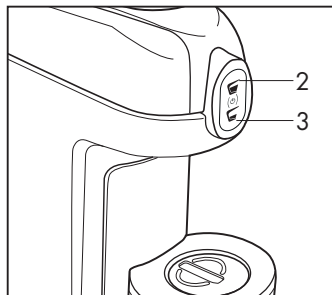

Fig. 4
- Encienda la máquina pulsando uno de los símbolos(2)o(3) o al mismo tiempo los 2 símbolos (2)y(3) **(Fig.4)**
Para utilizar nuevamente la máquina, pulse un símbolo de dispensación (2-3) y espere que se caliente: los símbolos de dispensación (2-3) parpadearán hasta alcanzar la temperatura; cuando los símbolos(2-3) se iluminan de modo fijo, la máquina está lista para el uso. **(Fig.4)**.
La máquina se puede apagar pulsando y manteniendo pulsado al mismo tiempo por 5 segundos los símbolos (2-3) **(Fig.4)**
- Controle que no haya cápsulas en el interior de la máquina y que haya agua en el depósito (8); encienda la máquina pulsando uno de los símbolos(2-3) o al mismo tiempo los 2 símbolos (2-3) para el Modelo 2 Dosis. Para el Modelo 1 Dosis pulse el símbolo (3)**(Fig.4)**